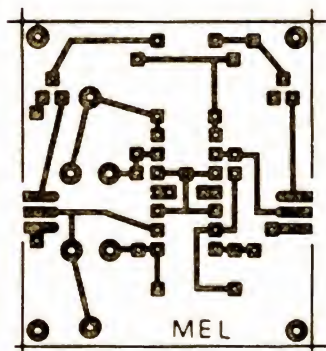

Fig. 2. - Circuit imprimé du mixer.
b) Le circuit imprimé (voir fig. 2)